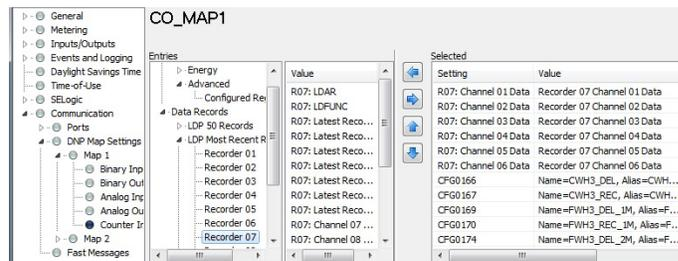

Figura 5 Configuración del mapa 1 de DNP3 para contadores binarios
Step 4. En el campo Entries ir a Analog Quantities > Advanced >Configurable Registers, seleccionar los registros configurables CFG0166, CFG0167, CFG0169, CFG0170, CFG0174 y CFG0175, y agregarlos al campo Selected (Figura 5).